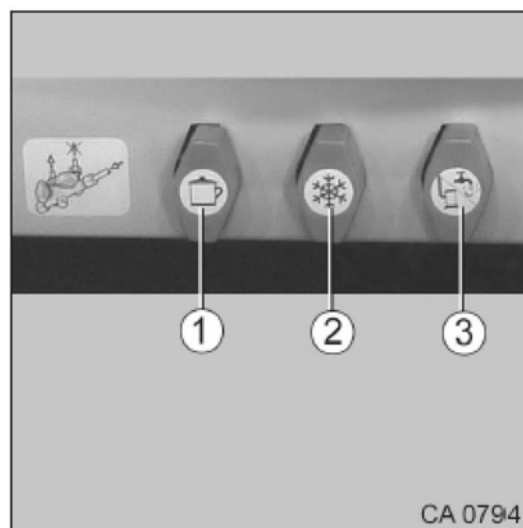

Fig. 133 Bouteilles à gaz
2. Fermer la vanne de sectionnement principale (Fig. 133/1) sur la bouteille à gaz (respecter le sens des flèches).
3. Desserrer l'écrou moleté (Fig. 133/2) (filet à gauche).
7. Placer le flexible à gaz sur la bouteille de gaz et serrer à fond l'écrou moleté (Fig. 133/2) à la main (filet à gauche).